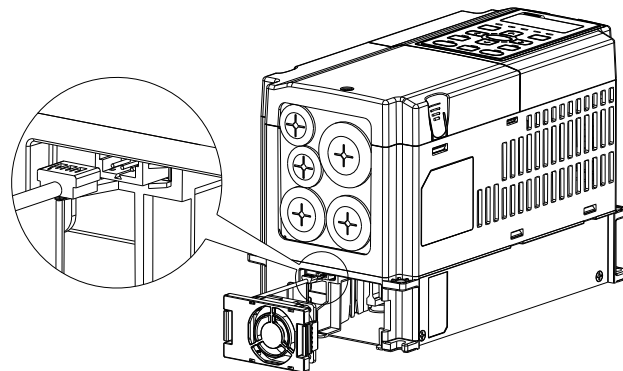

图 2
2. 拉开风扇时，须将风扇的电源端拔除（如图 2 中局部放大图所示）